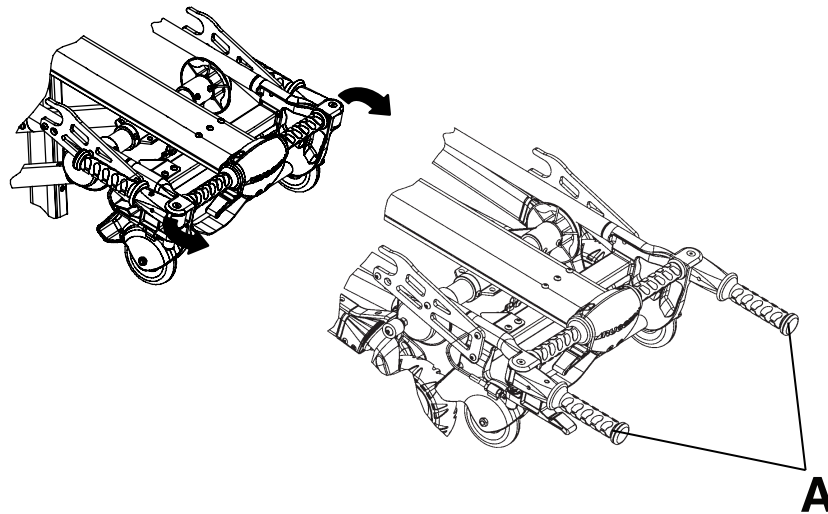

Abbildung 16 – Positionieren der Hebegriffe
1. Die herausziehbaren Hebegriffe (A) in Position (Abbildung 16) drehen.